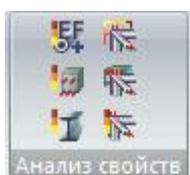

Рис. 53. Панель **Анализ свойств**
- **Анализ свойств** (рис.53) - отображение мозаик назначенных жесткостей, материалов и типов заданного армирования для элементов схемы.
Панель **Анализ свойств** (рис.53) содержит следующие команды: